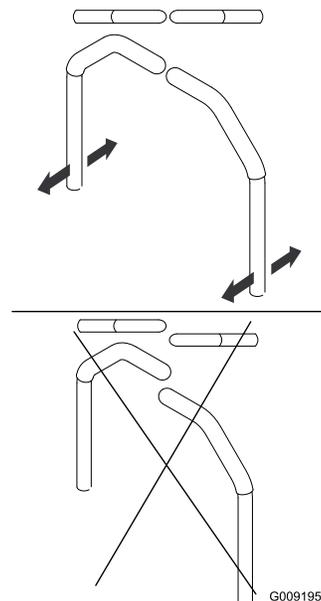

Figura 88
4. Alinhe as alavancas da frente para trás ao unir as alavancas na posição de PONTO MORTO e deslize-as até ficarem alinhadas, a seguir, aperte os parafusos (Figura 88).